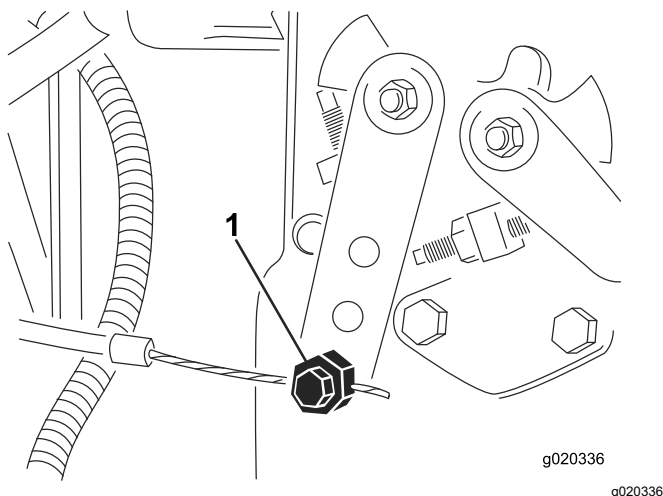

Figura 78
3. Desaperte o dispositivo de ligação do cabo do acelerador na alavanca da bomba de injeção (Figura 78).